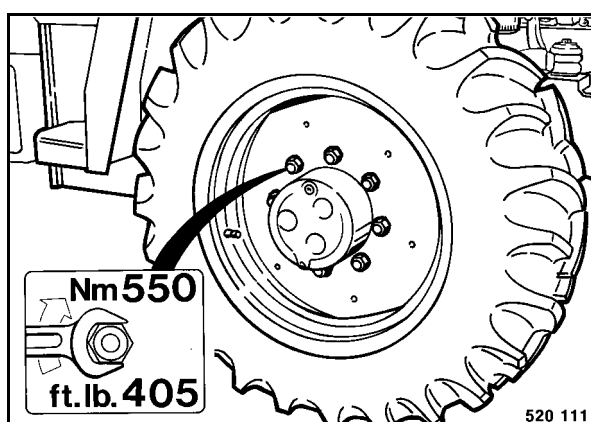

Fig. 185
- Colocar una nueva rueda (Fig. 185), y apretar las tuercas de rueda en cruz aplicando 550 Nm (405 ft. lb.).